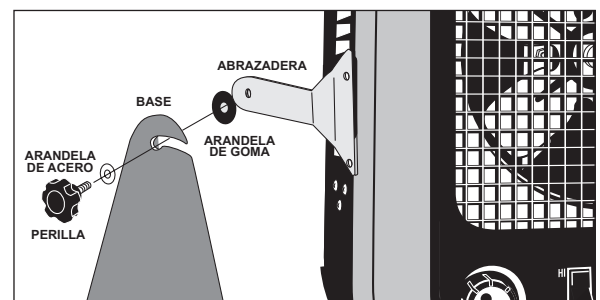

Figura 4
3. Instale el calentador en el soporte y vuelva a montar las perillas, arandelas y la escuadra según la Figura 4.